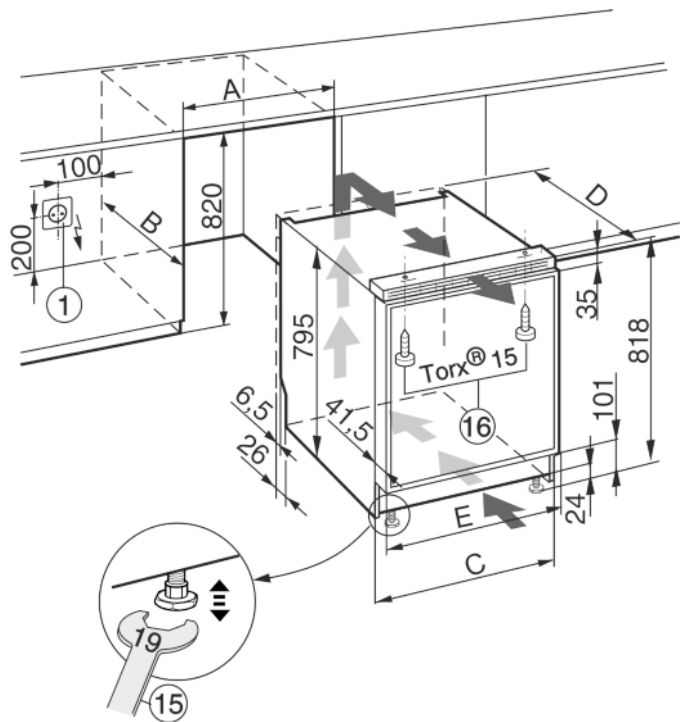

Fig. 12
- Die Steckdose Fig. 12 (1) muss neben dem Gerät liegen und leicht zugänglich sein.
- ▶ Gerät über die Stellfüße mit Hilfe des beiliegenden Gabelschlüssels *Fig. 12 (15)* ausrichten.
- ▶ Gerät mit beiliegenden Schrauben *Fig. 12 (16)* oben an der Arbeitsplatte bzw. am Küchenmöbel befestigen.